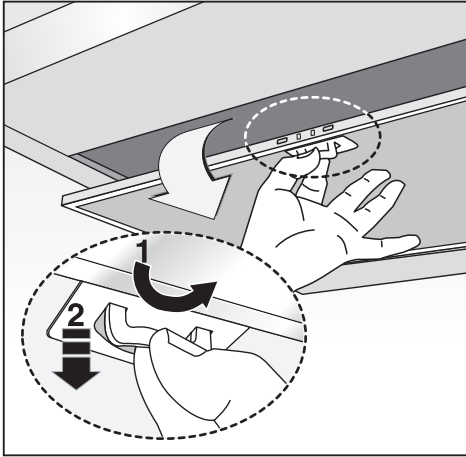

Fig.15
• Det minimala avståndet mellan kokkärlens underlag på kokhällen och spisfläktens nedre del måste vara minst **65 cm**. I det fall ett anslutningsrör används som består av två eller flera delar, måste den övre av delarna träs utanpå den nedre delen. Anslut inte kåpan utloppsrör till luftkanaler i vilka varmluft cirkulerar, eller kanaler som används för att evakuera rök från apparater som drivs med annan typ av energi än elektrisk energi. För att förenkla handhavandet av apparaten ska antifettfiltret/-en tas ur innan monteringsmomenten påbörjas (Fig.15).
- Om din apparat är försedd med ett nedre rökrör som behöver fästas vid fläktkåpan med skruvar, ska fettfiltren först plockas ur kåpan, det gör du genom att vrida på handtagen (Fig.15).